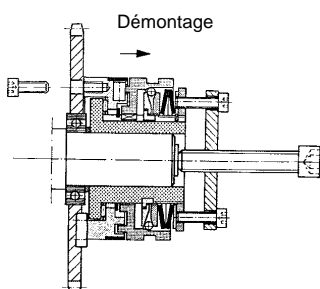

Fig. 6
Pour des transmissions par à-coups et à fortes vibrations, nous conseillons, pour plus de sécurité, de placer une clavette transversale entre le flasque de pression (2) et l'élément de transmission, fig. 6.
Pour extraire le limiteur de l'arbre, utiliser les trous taraudés qui se trouvent sur l'écrou de réglage (8.1) ou bien en fonction de l'accessibilité de l'appareil, ceux placés sur le flasque de pression (2). Pour les exécutions EAS®-à flasque, dévisser l'élément de transmission avant de démonter le flasque de pression (2) du limiteur, fig. 6.